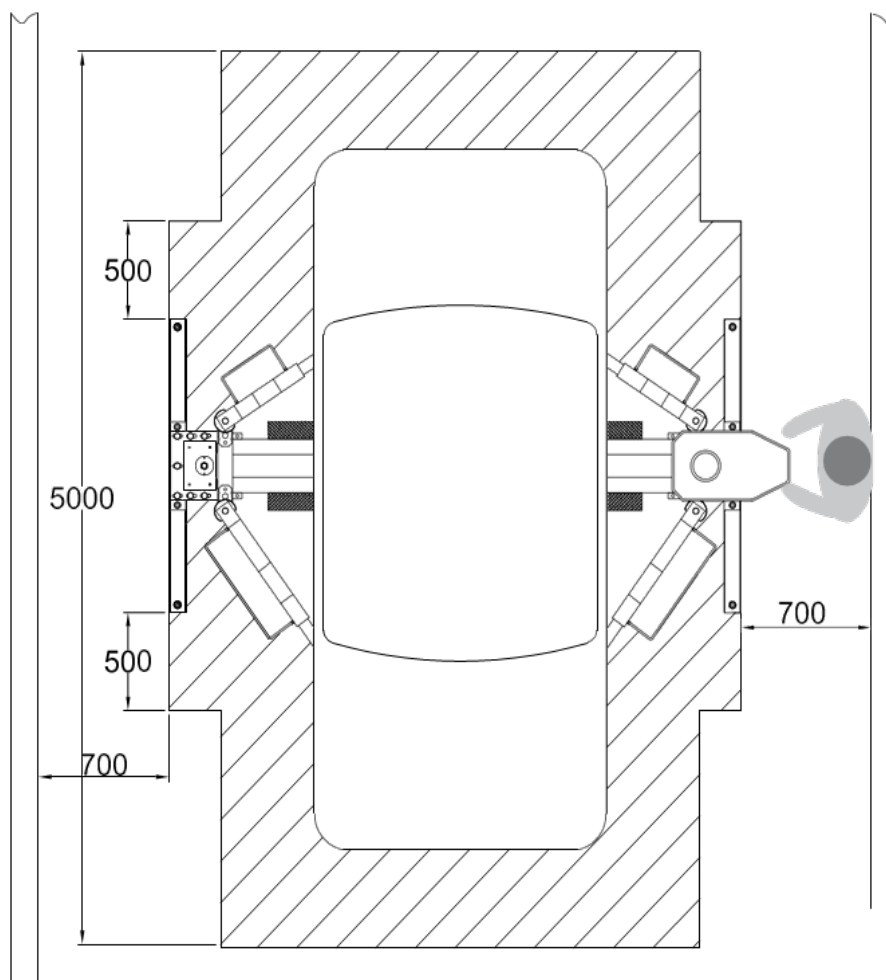

Figura 5
- Antes de usar o elevador, verifique se há pessoas não autorizadas nem animais na área de risco delimitada pela faixa amarela (figura 5).
- A figura 5 indica as áreas de risco de elevação para pessoas ou animais. É estritamente proibido abordar esta área se o elevador estiver em movimento devido ao risco de todas as peças móveis da máquina.
O elevador deve ser colocado em uma base de cimento da classe "RcK 30" (3000N / cm²) com uma espessura min. de 20 centímetros e extensão de pelo menos 1,5m dos pontos de fixação. A base de cimento deve ser lisa e perfeitamente nivelada em todas as direções num solo compacto. As dimensões gerais do sistema completo são apresentadas na figura 5
Todas as funções de elevação requerem a presença do operador. A posição correta do operador é mostrada na figura 5. As operações a serem realizadas usando a caixa de comandos são: